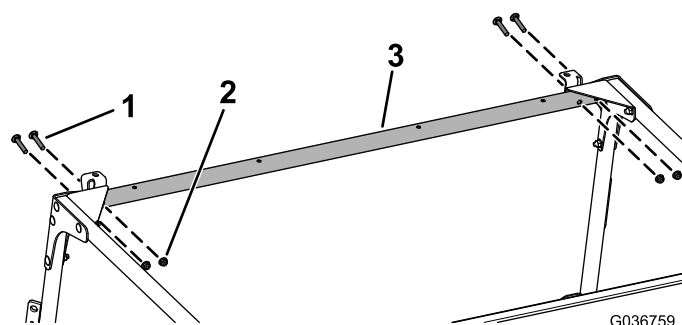

Bild 11
10. Befestigen Sie die vordere Querverbindung lose mit vier Schlossschrauben (5/16" x 1 3/4") und vier Bundmuttern (5/16") an den vorderen Platten und den Eckenverstärkungen, wie in **Bild 11** abgebildet.